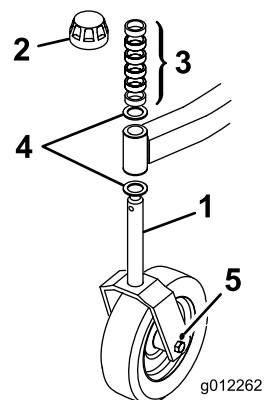
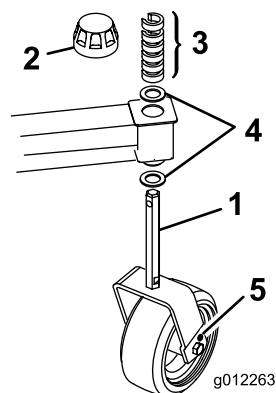

Figura 11
Figura 12
2. Allargate i fori di diametro 11,13 mm (Figura 11 e Figura 12) su ogni lato delle forcelle delle ruote orientabili a 12,7 o 13,1 mm.
1. Togliete il cappuccio di tensione dall'asse del fusello ed estraete quest'ultimo dal braccio della ruota orientabile anteriore. Rimuovete la rondella dall'asse del fusello. Mettete i distanziali sull'asse del fusello, fino ad ottenere l'altezza di taglio richiesta, quindi montate la rondella sul fusello (Figura 11).
2. Spingete il fusello della ruota orientabile attraverso il braccio della ruota orientabile anteriore, montate l'altra rondella di spinta e i distanziali restanti sul fusello, quindi montate il cappuccio di tensione per fissare gli elementi del gruppo (Figura 11).
1. Rimuovete il cappuccio di tensione dall'asse del fusello (Figura 12).
2. Rimuovete o aggiungete i distanziali a forma di "C" nella parte più stretta dell'asse del fusello, sotto il braccio della ruota orientabile, fino ad ottenere l'altezza di taglio richiesta (Figura 12). Accertate che le rondelle di spinta, non i distanziali, siano a contatto con la parte superiore e inferiore del braccio della ruota orientabile.
3. Montate il cappuccio di tensione per fissare il gruppo (Figura 12).